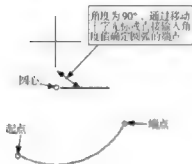

图 3-34
- (9) 圆心、起点、角度(A): 主要通过确定圆弧的圆心、起点和长度绘制圆弧, 如图 3-34 所示。